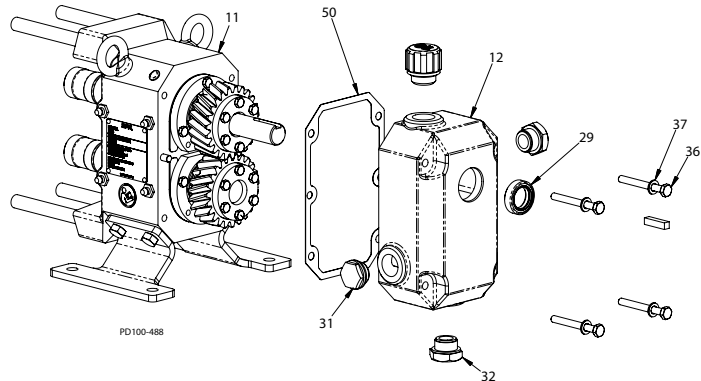

Figura 36 - Remover a Cobertura da Caixa de Engrenagem
3. Remova os parafusos da tampa (Figura 36, item 36) e as arruelas (item 37), e remova a cobertura (item 12).
4. Remova a vedação do eixo de entrada (item 29) da cobertura da engrenagem e a descarte.
5. Inspeção o plugue indicador de nível (item 31) e o substitua se parecer turvo ou manchado.
6. Remova a junta (Figura 36, item 50) e a descarte. Raspe cuidadosamente qualquer resíduo da junta das superfícies conjugadas da cobertura da engrenagem (item 12) ou da caixa de engrenagem (item 11).